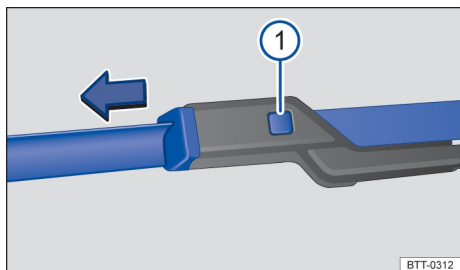

Рисунок 120. Замена щетки переднего стеклоочистителя
- Нажмите и удерживайте кнопку разблокировки → Рисунок 120 ① и одновременно вытяните щетку стеклоочистителя в направлении стрелки.